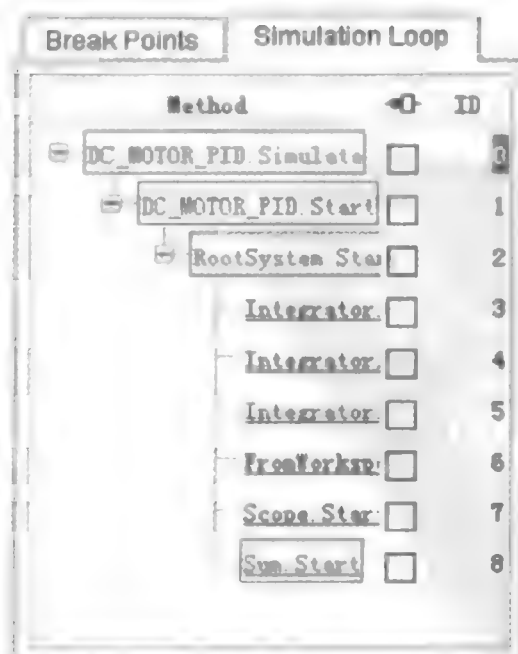

图 2.3.4 仿真循环界面
(3) 仿真循环界面。仿真循环界面显示“方法”的三列相关信息:Method、Breakpoints、ID。如图 2.3.4 所示。